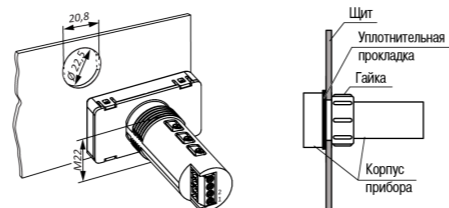

Рисунок 4.1 – Монтаж прибора щитового крепления
1. Подготовить в щите круглое отверстие диаметром 22,5 мм (см. рисунок 4.1).